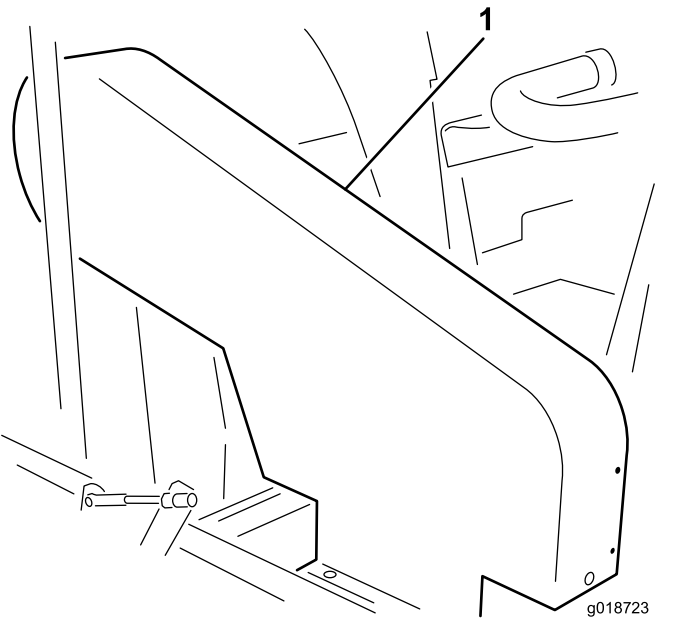

图19
注意： 检查皮带张紧力无需卸下上皮带防护罩（图19）。如果由于某种原因必须拆下皮带防护罩，请卸下将防护罩固定至机架的 4 个螺栓、垫圈和螺母。切勿在未安装防护罩时操作机器。
使用 18~22N 的力按压叶轮与离合皮带轮之间的皮带中间位置，检查皮带的张紧力。皮带应下压 1.27cm。如果下压程度不正确，请调节叶轮传动皮带。如果下压正确，请继续正常操作（图19）。
使用 18~22N 的力按压中间动轴与离合皮带轮之间的皮带中间位置，检查皮带的张紧力。皮带应下压 6.35mm。如果下压程度不正确，请调节中间动轴皮带。如果下压正确，请继续正常操作（图19）。
1. 卸下将上防护罩固定到机架的 4 个螺栓、垫圈和螺母（图19）。